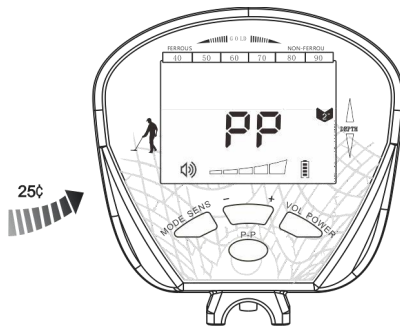

Figura 17
b) Soportar una moneda de plata de 25 centavos, acercarse del disco de la sonda lentamente, aproximado en una distancia a 7 pulgadas -8 pulgadas, el primer grupo de cursor de señal se aparece, y el sonido será alto gradualmente , así mismo , el tono. Continuar a acercarse de la sonda, el cursor de señal estará full rápidamente, y el sonido estará más alto, y el cursor de profundidad indica que está bajando la profundidad hasta una línea, que significa que el metal está cerca del centro del disco de la sonda. (Ver figura 17)